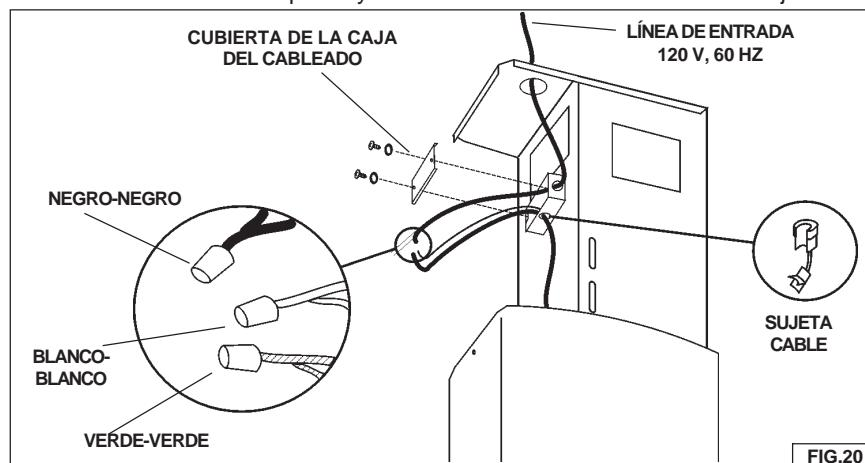

FIG.20
1. Retire la tapa de la caja del cableado. Fig. 20.